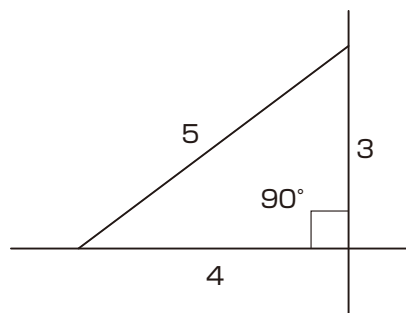

図1-2 直角出し寸法
- ①「5 基本寸法」を参照して本体の取付位置およびフロアの高さを決めてください。
- ②前面・両側面に丁張を組んでください。
- ③躯体に柱寸法の印をつけ、図1-2の方法で直角をだし、両側の柱位置を決めてください。
- 各コーナーの直角を定規、図1-2の方法等で割り出してください。